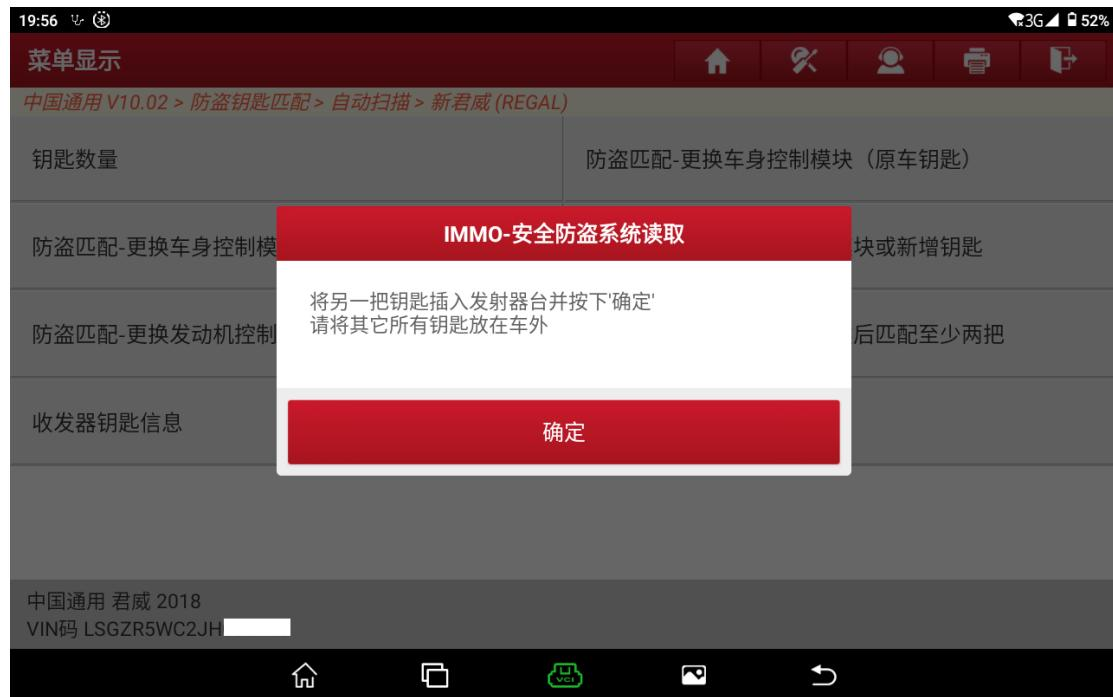

图 21
21. 将钥匙插入发射器台上，其他钥匙放车外，然后点击“确定”，如图 21。